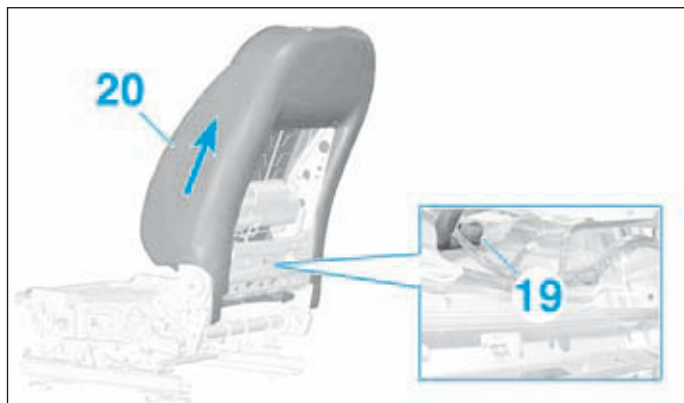

FIG.17
- Débrancher le connecteur (19) (Fig.17).
- Dégager la garniture de dossier de siège (20).